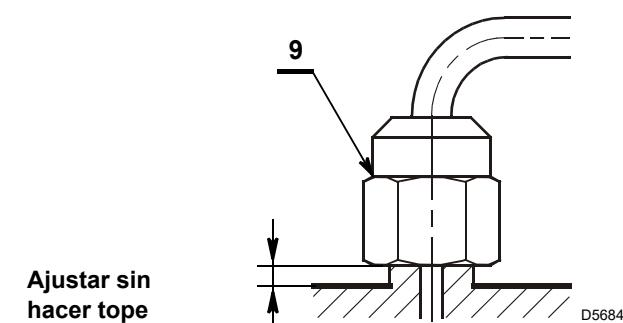

Fig. 14
Cuando se vuelva a montar el conjunto portaboquilla, enroscar la tuerca 9), como muestra la Fig. 14.
- Enroscar la boquilla 6) correctamente apretándola como se muestra en la Fig. 14.